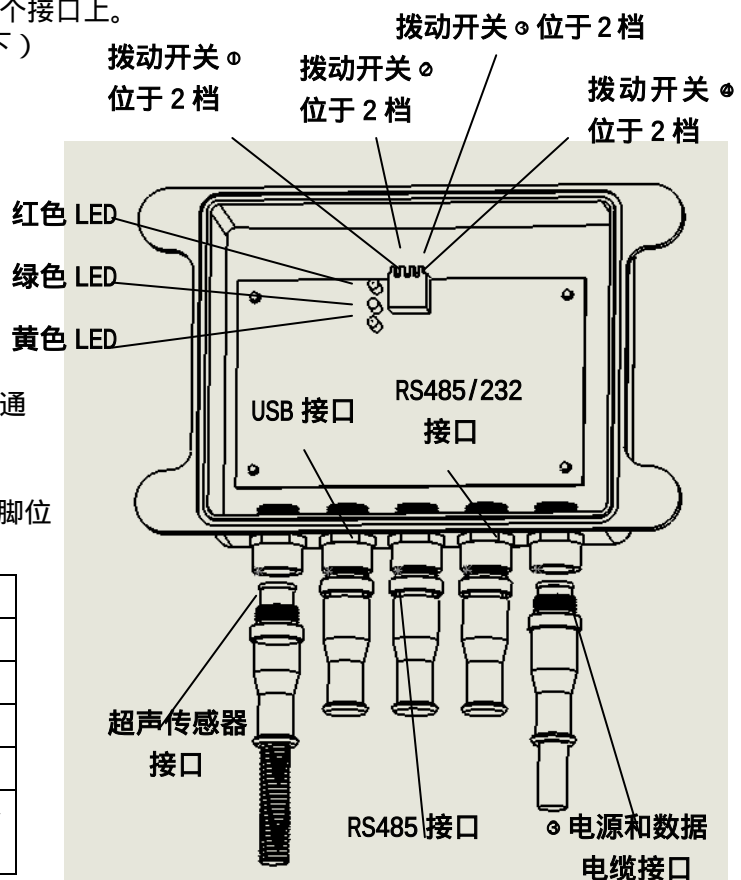

图 2
LED--J25ULM主机盒打开后正面有三个LED（如图2）
最好精确的设定油箱的最高油位，就是设定SW1-4拨动开关的位置。参照图2和表2。
如图2所示，在主机盒上有一组拨动开关，用于设置超声油位计的不同模式和工作最大油位
1. 把超声传感器电缆⦿ 联接到超声传感器接口上（如图 2 所示）。
3. 通过拨动开关组的2和3号开关设置最高测量油位（参照图2和表2所示）
最好精确的设定油箱的最高油位,就是设定SW1-4拨动开关的位置。参照图2和表2。
此外回波强度模拟输出也可以用来联接,这些设备相关自检诊断信息,(具体详细描述看表1)也可以发送到GPS/GPRS。如果GPS/GPRS设备有数字输入接口的话,超声油位计可以用485接口1(如图2所示)通讯,这是使用的是我们自定义的通讯协议。